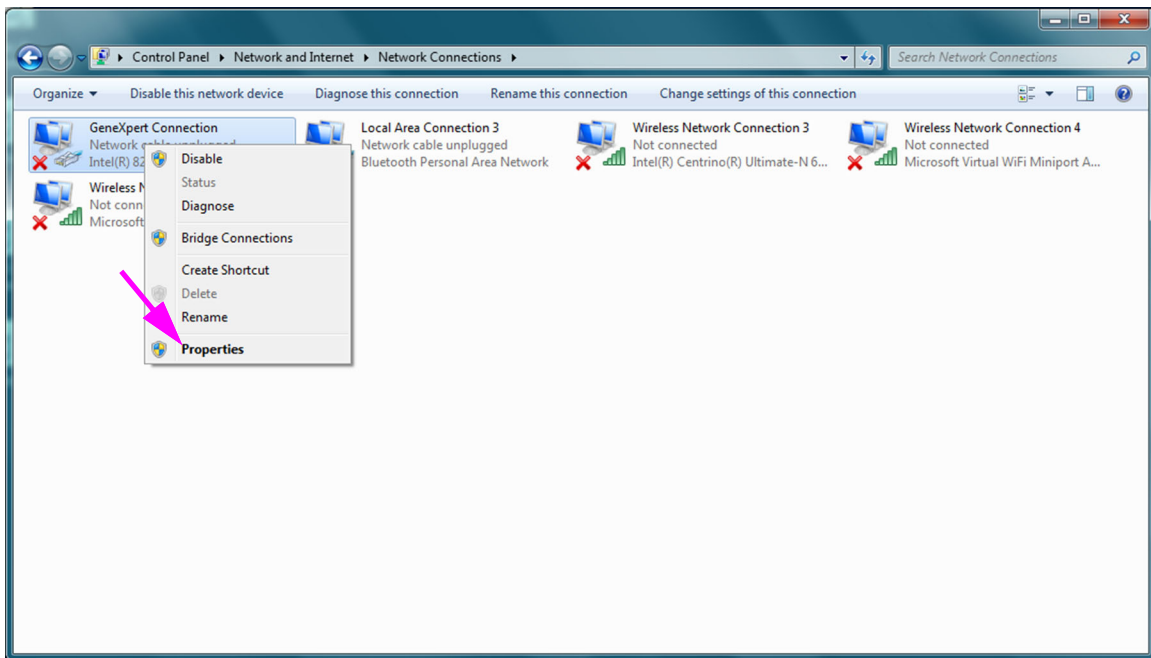

Figura 2-40. Ecranul Conexiuni în rețea cu meniu vertical
6. Faceți clic dreapta pe intrarea **Conexiune GeneXpert (GeneXpert Connection)**. Apare un meniu vertical. Consultați Figura 2-40.